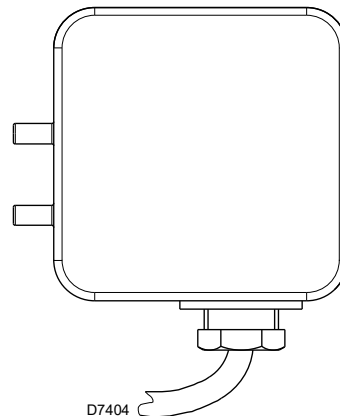

Abb. 24
- Stellen Sie den Luftdruckwächter (Abb. 24) auf den Skalenanfangswert ein.
Führen Sie die Einstellung des Luftdruckwächters (Abb. 24) aus, nachdem alle anderen Einstellungen des Brenners bei auf den Skalenanfang eingestellten Luftdruckwächter vorgenommen wurden. Mit Brenner auf verlangter Leistungsstufe langsam den Einstellungssdruck erhöhen, indem Sie den dafür vorgesehenen Drehgriff im Uhrzeigersinn bis zur Abschaltung des Brenners drehen. Dann den Drehgriff um zirka 20% des eingestellten Wertes gegen den Uhrzeiger drehen und anschließend den korrekten Anlauf des Brenners überprüfen. Blockiert der Brenner erneut, muss der Drehgriff nochmals geringfügig im Uhrzeigersinn gedreht werden.